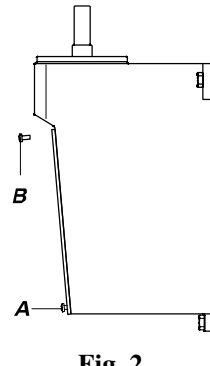

Fig. 2
- Lockern Sie die Schrauben "A" und entfernen Sie vollständig die Schrauben "B" (Abb. 2).